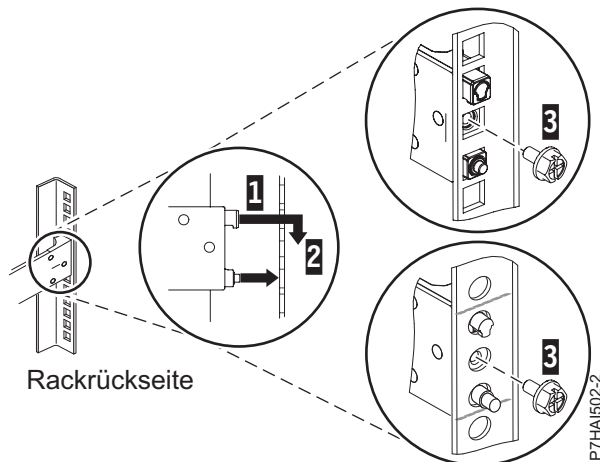

Abbildung 3. Stifte an den Bohrungen in der Rückseite des Racks ausrichten und in den Bohrlöchern einrasten lassen
3. Richten Sie die zwei Stifte an der Rückseite der Schiene an den zuvor markierten oberen und unteren Bohrungen in der ausgewählten EIA-Einheit aus. Ziehen Sie die Schiene zu sich heran, um die zwei Stifte in die Rackbohrungen (1) einzusetzen, und senken Sie die Schiene ab (2), damit der hakenförmige obere Stift einrastet. Einzelheiten finden Sie unter Abb. 3. Stellen Sie sicher, dass die zwei Stifte aus den Rackbohrungen herausragen, bevor Sie mit dem nächsten Schritt fortfahren.